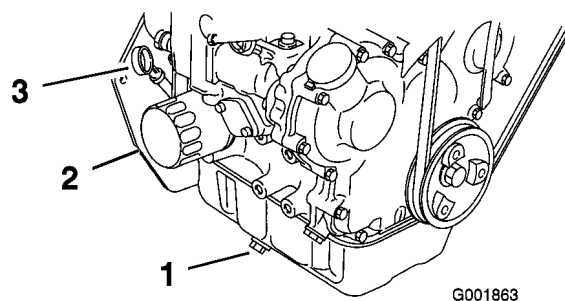

Figure 41
5. Placez un bac de vidange sous l'orifice de vidange. Retirez le bouchon de vidange et laissez s'écouler toute l'huile (Figure 41).